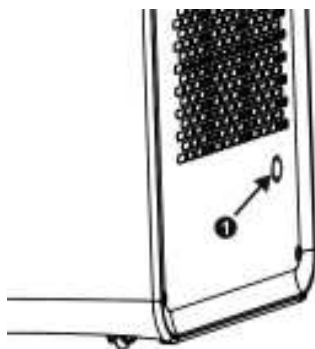

Abb. 1
2. Wenn das Gerät im Heizbetrieb HEATING arbeitet, müssen Sie die Gummikappe von der Abflussöffnung entfernen (Abb. 1) und ein Abflussrohr installieren, um die Heizleistung zu verbessern.
3. Wenn das Gerät im Entfeuchtungsbetrieb DEHUMIDITY arbeitet, müssen Sie die Gummikappe von der Abflussöffnung entfernen (Abb. 1) und ein Abflussrohr installieren, um die Entfeuchtungsleistung zu verbessern.